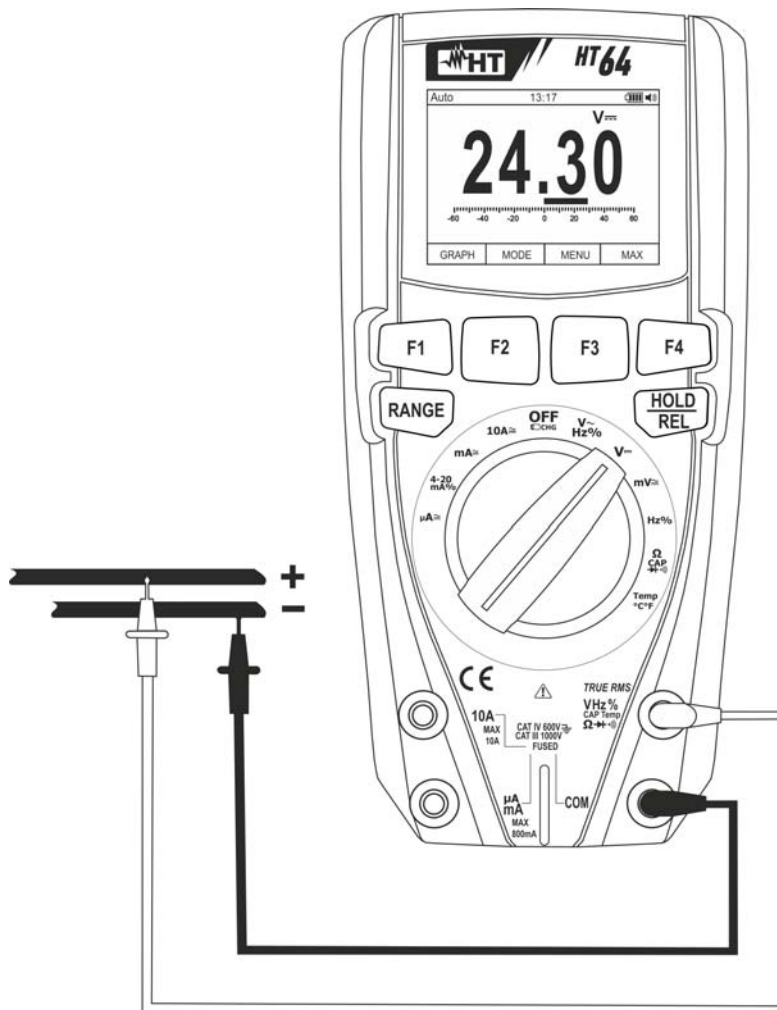

Fig. 22: Utilisation de l'instrument pour la mesure de la Tension DC
3. Positionner l'embout rouge et l'embout noir respectivement dans les points à potentiel positif et négatif du circuit sous test (voir la Fig. 22). La valeur de tension apparaît à l'écran
5. L'affichage du symbole « - » sur l'écran de l'instrument indique que la tension a une direction opposée par rapport à la connexion de Fig. 22.